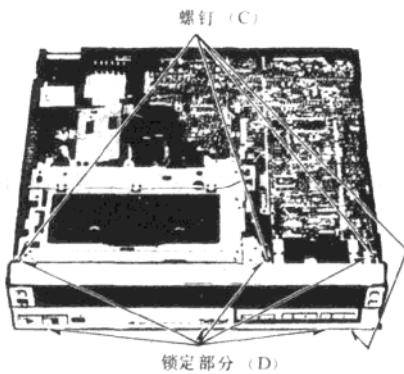

图 2-4 卸前面板
拧下 4 只螺钉 (C)，松开 6 个锁定部分 (D)，将面板向前转动，即可卸下，如图 2-4 所示。